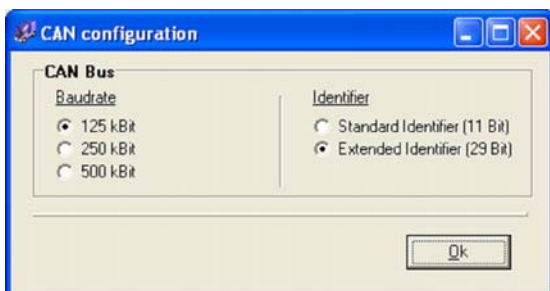

Fig. 5 Dialogue pour configuration CAN
- Cliquez sur le bouton pour ouvrir la boîte de dialogue pour la configuration CAN (voir fig. 5).